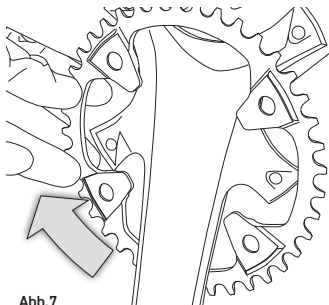

Abb.7
- Drehen Sie das Kettenrad, um es von der Kettenradgarnitur abziehen zu können. Achten Sie darauf, nicht an der Kettenradgarnitur zu streifen (**Abb. 7**).